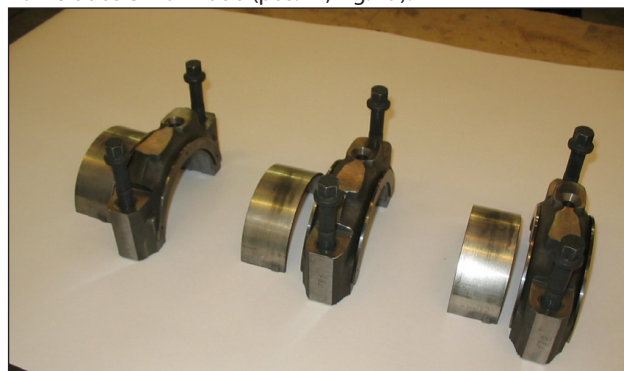

Fig. 19
Para evitar possíveis erros da capa e semi-bielas, foram numerados em um lado (pos. ①, Fig. 19).